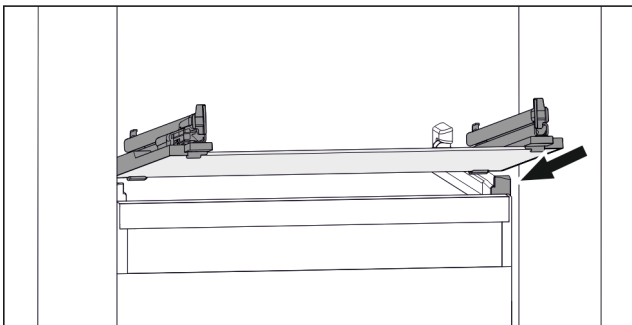

Fig. 109 Representación de la placa de vidrio a modo de ejemplo
- ▶ Coloque la placa de vidrio inclinada detrás de los topes. (consulte Fig. 109)